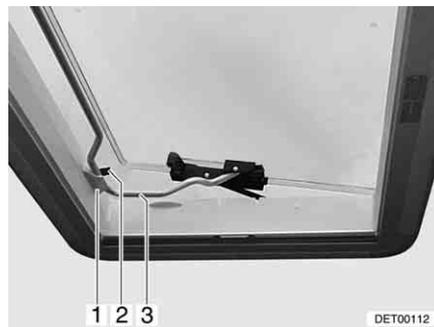

Fig. 76 Claraboya Heki en posición de ventilación 2
- Situar la horquilla (Fig. 76,3) en la sujeción (Fig. 76,1).
- Colocar la palanca (Fig. 76,2) sobre la horquilla.